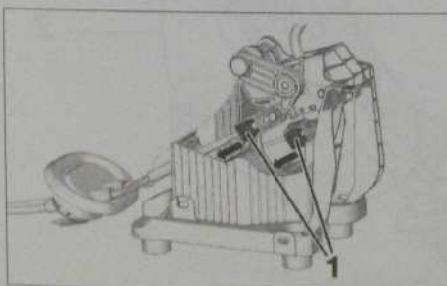

Fig. 17
- Tirer les clés de verrouillage (1) suivant les flèches (Fig.17).
- Verrouiller les clés de verrouillage (1) (Fig.17).